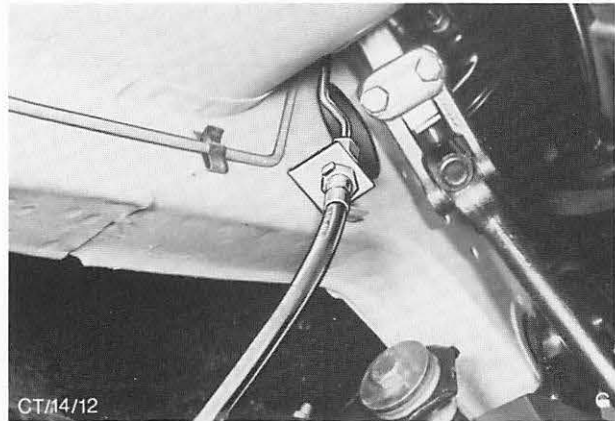

Abb. 5 Befestigung des Bremsschlauches am Karossen-Halter
4. Bremsschläuche beider Vorderräder von den Halteblechen am Rahmen trennen und Anschlüsse mit Stopfen verschließen. Abb. 5.